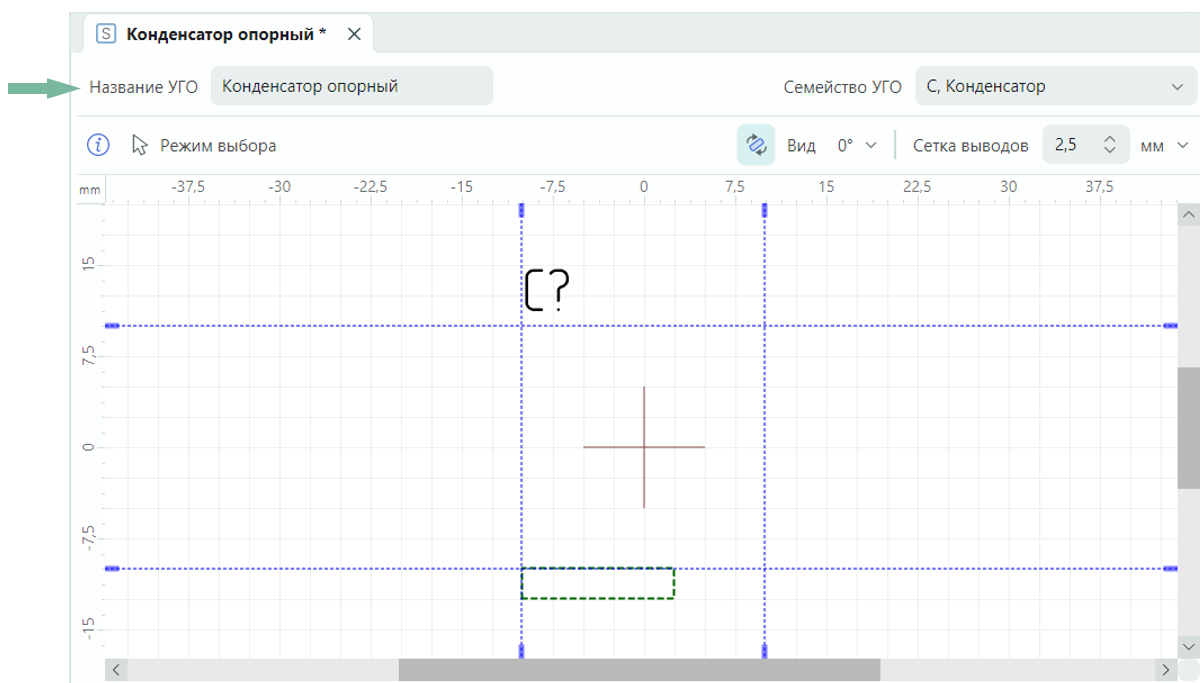

Рис. 49 Ввод названия УГО
3. Введите название УГО, см. Рис. 49.